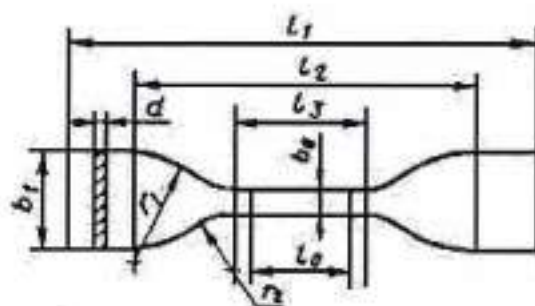

Рис. 1 Чертеж образца для испытания
**Образцы:** образцы для испытаний на растяжение резин имеют форму двусторонней лопатки типа I (рис. 1) . Форму и тип образца, а также способ изготовления регламентирован в нормативно-технической документации на изделие (ГОСТ 270-75).